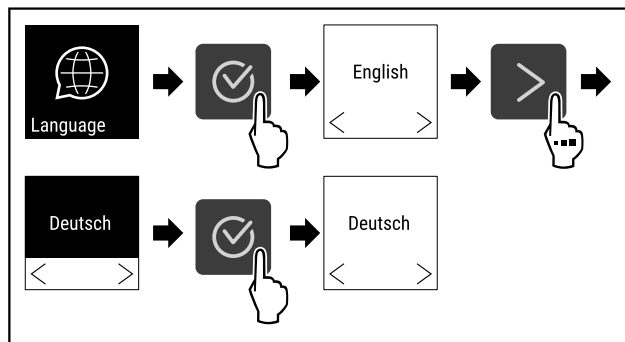

Fig. 46
- ▶ Wykonać czynności (patrz Fig. 46).